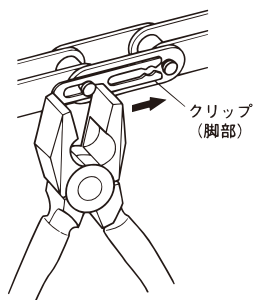

図14.クリップをペンチで止める
- 2) クリップの脚部を上げ過ぎると、正しく挿入できず脱落して思わぬ事故となりますので、注意を払ってください（図14、15）。